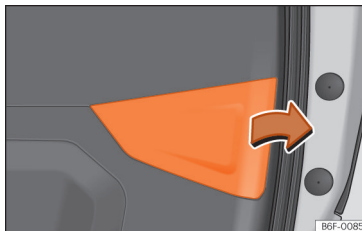

Fig. 53 Porta da bagageira aberta: retirar a tampa.
- Retirar a tampa da porta da bagageira no sentido da seta »» **Fig. 53**.